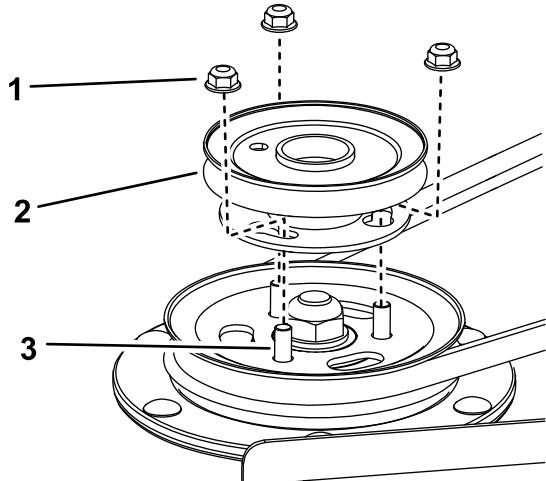

Figura 4
2. Rimuovete i dadi dall'alberino nella puleggia del piatto di destra e utilizzateli per fissare il gruppo della puleggia alla puleggia del piatto (Figura 4).